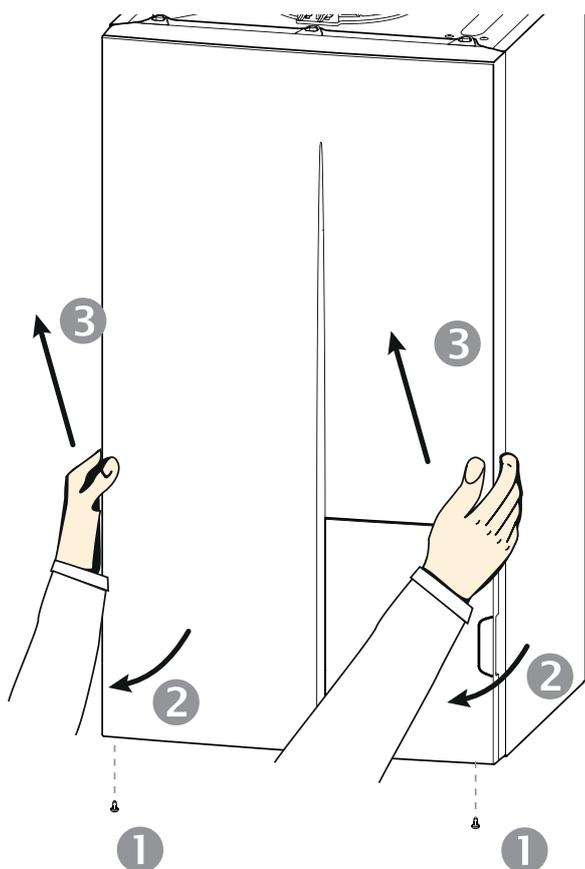

fig. 34 - Dépose de la façade
- Déposer la façade (fig. 34, page 50).
- Déposer la façade (voir fig. 34, page 50).
- Ouvrir le purgeur manuel (PM).
- Ouvrir la vis de vidange (V).